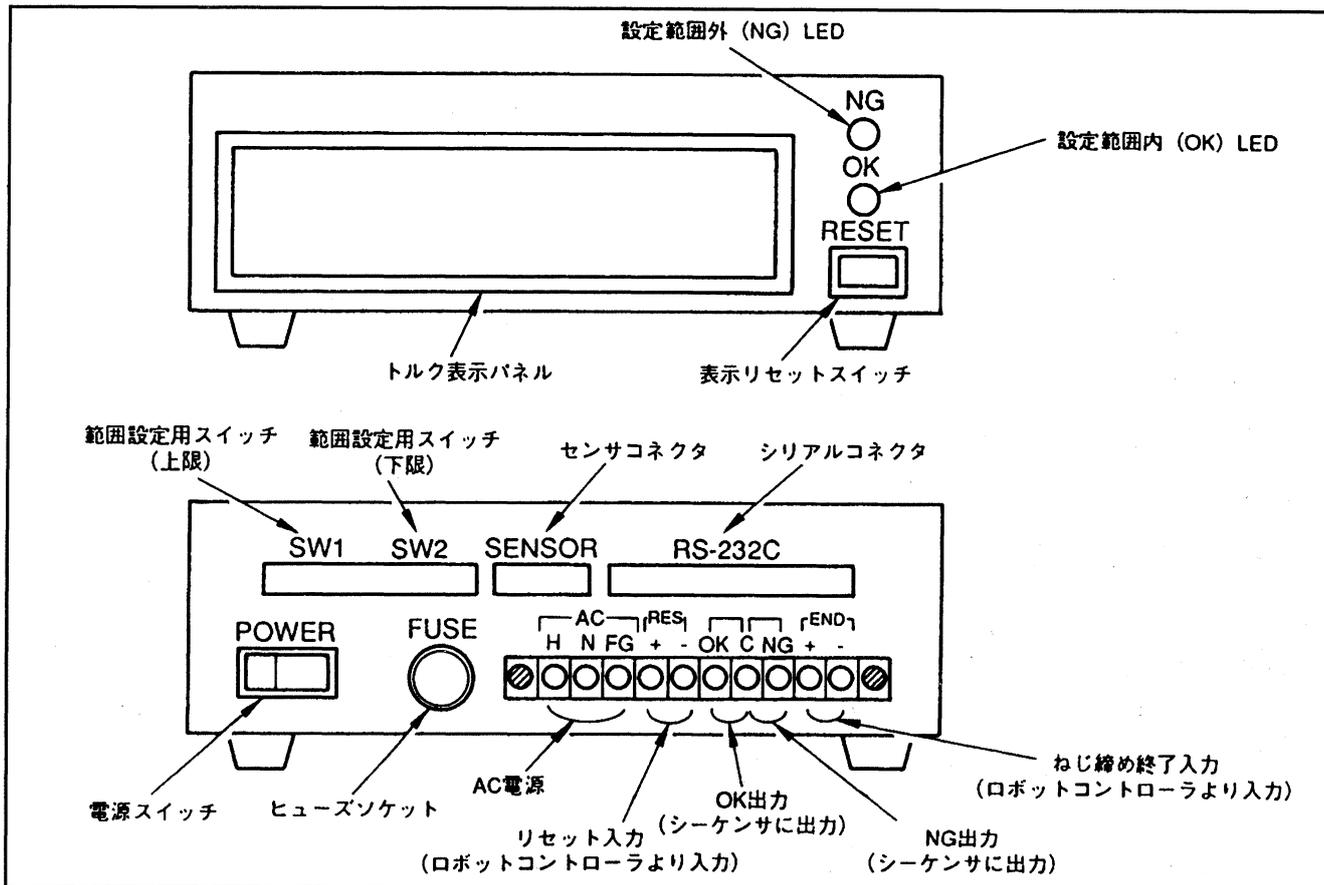

図1-10 トルク表示器各部の名称
3.2.2 トルク表示器各部の名称 トルク表示器の各部の名称を図1-10に示します。